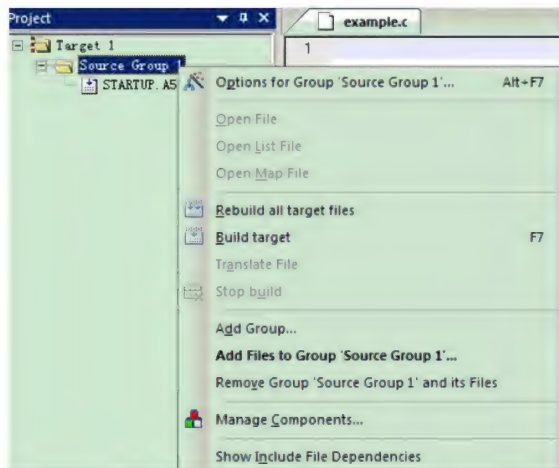

图 4.8 右键单击 Source Group1 弹出的菜单
(3) 单击 Target1 前面的“+”号，展开里面的内容 Source Group 1，用右键单击 Source Group 1，弹出如图 4.8 所示的菜单。